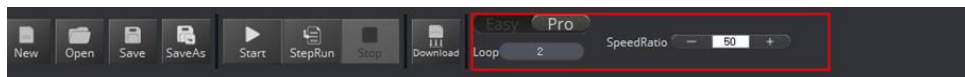

Figura 55: Set Easy/Pro, Loop, Speed
- Você pode mudar entre os modos Easy e Pro, set loop, speed ratio, como mostrado na Figura 55: